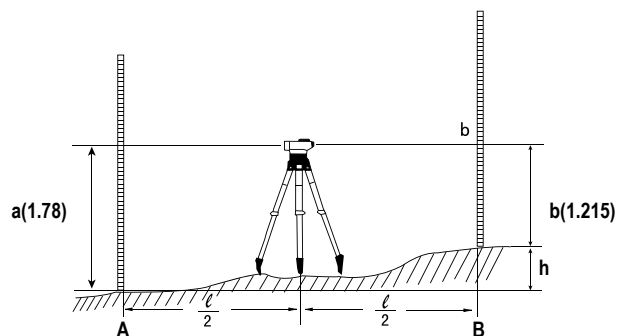

Рисунок 3
- Установите измерительные рейки А и В в вертикальное положение. Поместите прибор между ними (рис. 3).